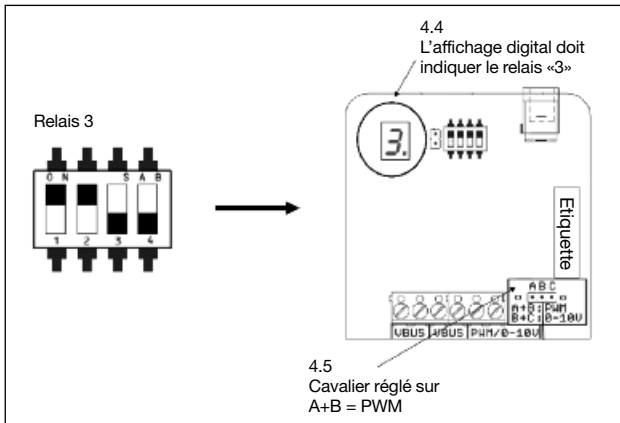

Fig. 5.5 Adressage du relais et réglage du cavalier
- 4.4. Sélectionner le relais à travers lequel les informations relatives à la vitesse doivent être converties en un signal PWM à l'aide des interrupteurs DIP d'adressage du relais. Le réglage d'usine du régulateur «Regtronic RX-B» est relais 3 (voir fig. 5.5).
- 4.5. Cavalier réglé sur «A+B = PWM» (voir fig. 5.5).